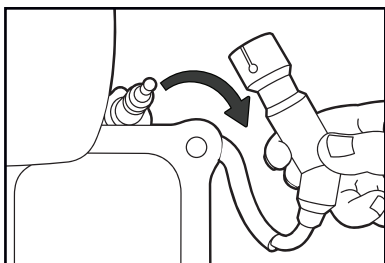

Рис. 17
- Откройте защитную крышку свечи зажигания, затем снимите наконечник свечи зажигания (рис.17). Для того чтобы отвернуть свечу зажигания, используйте стандартный свечной ключ или накидную головку.